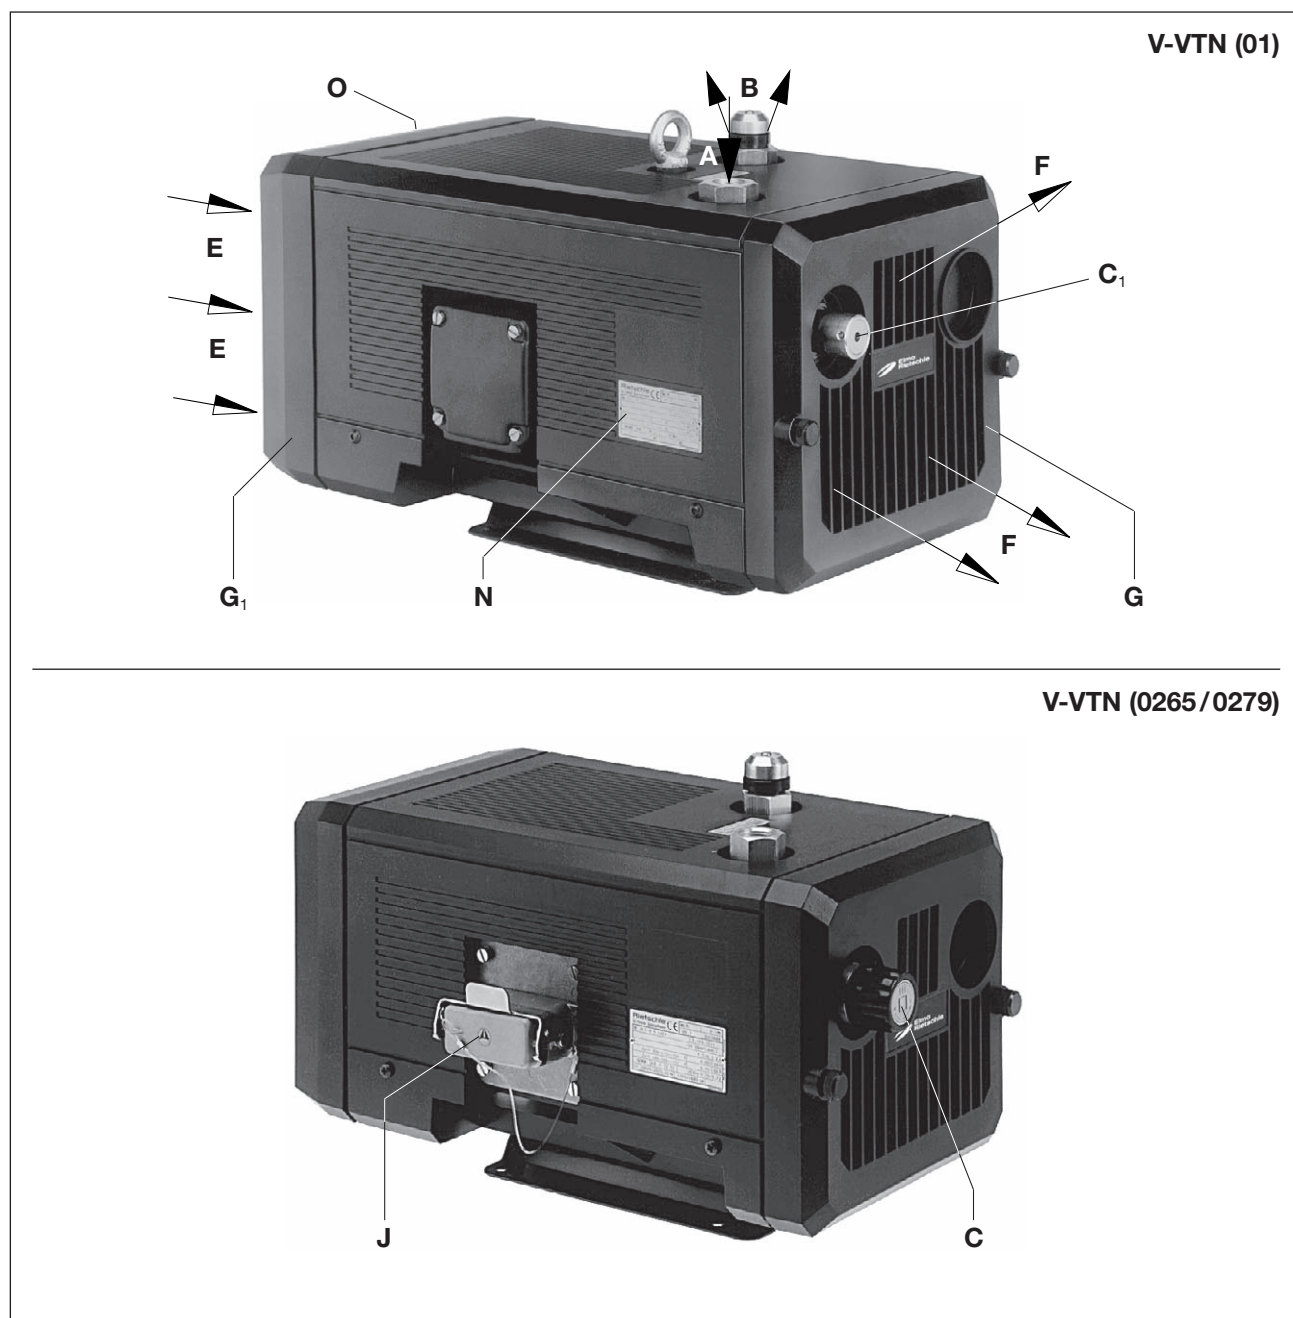
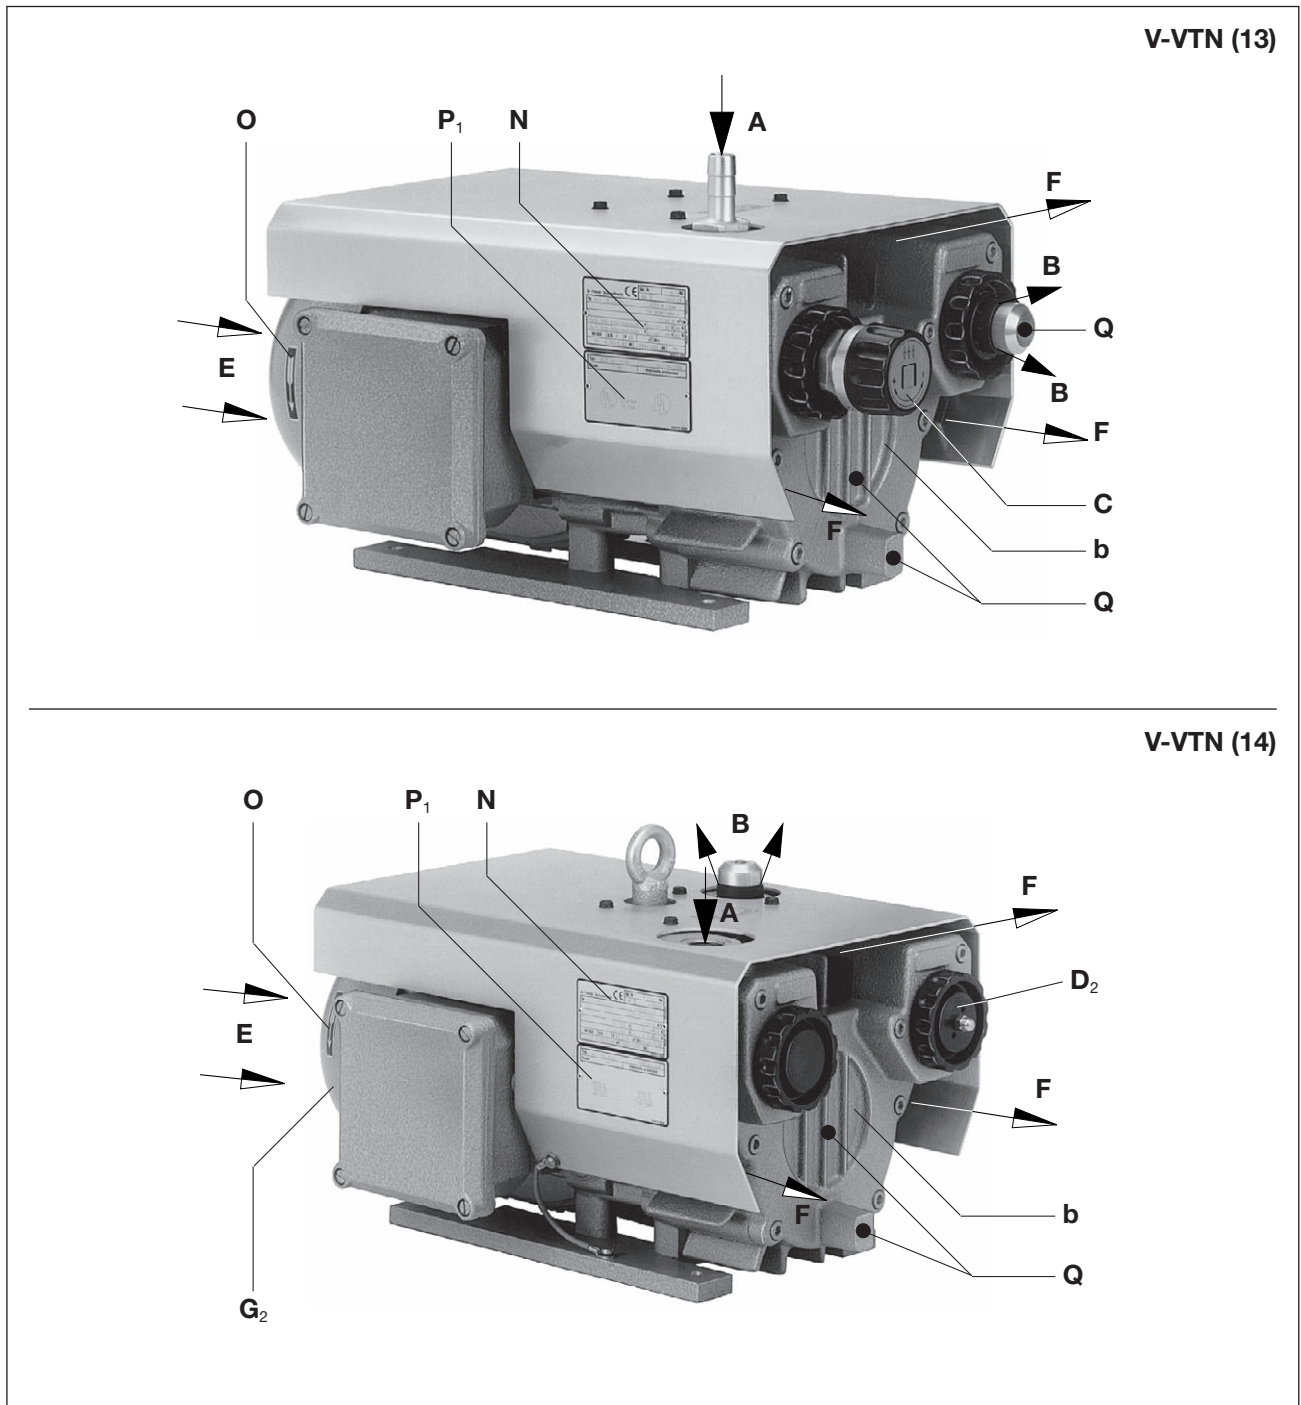

Fig. 2 Pompa per vuoto V-VTN (01) / V-VTN (02)
Fig. 3 Pompa per vuoto V-VTN (13) / V-VTN (14)
I modelli V-VTN (13) - (50) sono alloggiati in una calotta di lamiera. Il raffreddamento avviene attraverso un motore ventilatore. Il modello V-VTN (14) sul lato pressione ha una valvola di aerazione (Fig. 3/D2).
I modelli V-VTN (02) e (13) di serie hanno una valvola di regolazione del vuoto (Fig. 2/C), che consente di impostare il vuoto al livello desiderato, con limitazione verso l'alto.
Per smontare la griglia di scarico (Fig. 2/G), la griglia di aspirazione (Fig. 2/G1) e il coperchio del corpo (Fig. 3/b), per la manutenzione prevedere almeno 30 cm di spazio. Inoltre, gli ingressi (Fig. 2/E) e le uscite (Fig. 2/F) dell'aria di raffreddamento devono avere una distanza di almeno 10 cm dalle pareti vicine (l'aria di raffreddamento fuoriuscita non deve essere riaspirata).
- a) Collegamento vuoto (Fig. 2/A).
La regolazione del vuoto può avvenire ruotando la manopola di regolazione (Fig. 2/C) in base alla targhetta dei simboli applicata su questa.
- a) I dati elettrici del motore sono indicati sulla targhetta dati (Fig. 2/N) o sulla targhetta dati motore (Fig. 3/P1). I motori sono conformi a DIN EN 60034 e sono eseguiti con classe di protezione IP 55 e classe isolamento F. Lo schema di collegamento è situato nella morsettiera del motore (non si applica nella versione con collegamento a spina). I dati del motore devono essere confrontati con quelli della rete di alimentazione usata (tipo corrente, tensione, frequenza di rete, amperaggio ammesso).
- b) Collegare il motore attraverso il connettore a spina (Fig. 2/J) ossia l'interruttore magnetotermico (per la protezione dell'interruttore magnetotermico e dello scarico di trazione del cavo di collegamento è necessario prevedere un pressacavo). Consigliamo di usare interruttori magnetotermici con disattivazione ritardata, dipendente da un ev. sovraccarico. Sovraccarichi di breve durata possono verificarsi se si avvia la macchina a freddo.
Durante il funzionamento, le superfici dei componenti (Fig. 3/Q) possono superarsi i 70°C. Evitare di toccare le superfici calde (contrassegnate da appositi cartelli)!
- ▷ Il senso di rotazione previsto dell'albero di azionamento è contrassegnato dalla freccia (Fig. 2/O) sulla flangia motore.